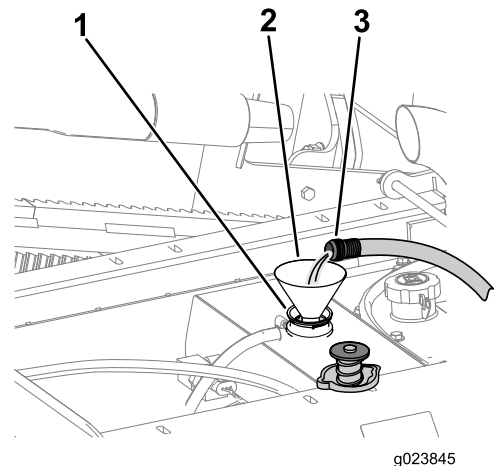

**Bild 113**
- B. Füllen Sie den Kühler mit sauberem Wasser (Bild 113).